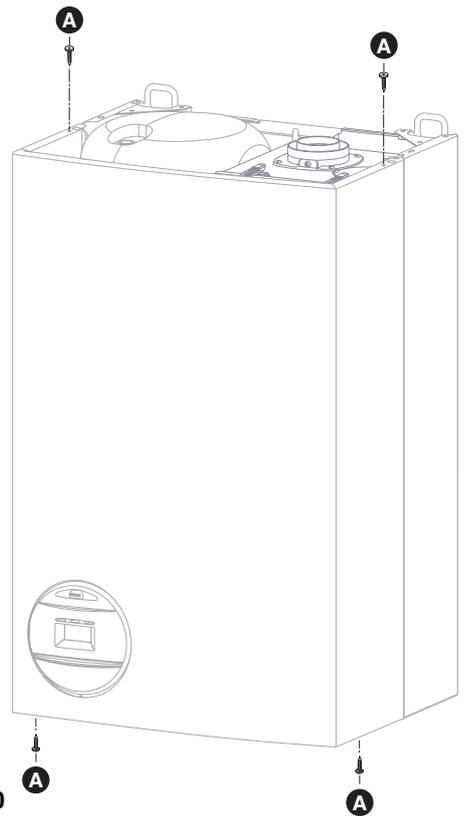

Fig. 10
- dévisser les 4 vis **A** de fixation de l'habillage (fig. 10)